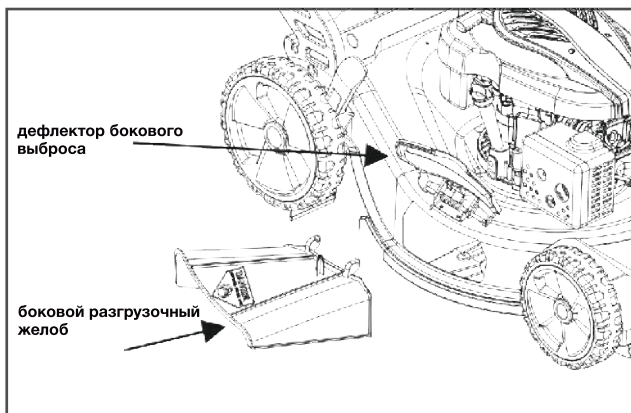

рис. 6
Поднимите дефлектор бокового выброса (17) и установите боковой разгрузочный желоб (18) (рис.6).